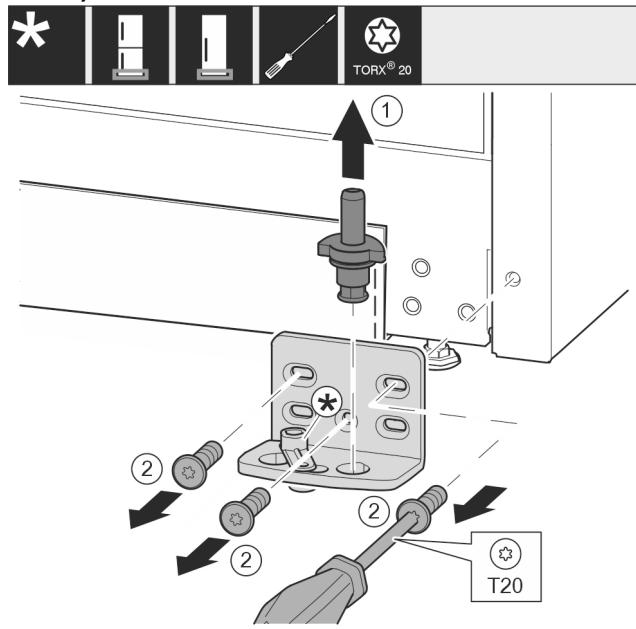

Fig. 10
- Ložiskový čap vytiahnite úplne nahor. Fig. 10 (1)
- Skrutky vyskrutkujte skrutkovačom T20 a odnímte ložiskovú konzolu. Fig. 10 (2)